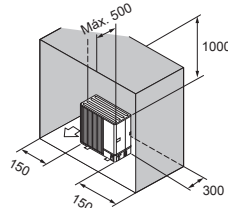

Fig. 2-14
- (6) Obstrucciones o superficies cerradas solo en las partes posterior, laterales y superior (Fig. 2-14)